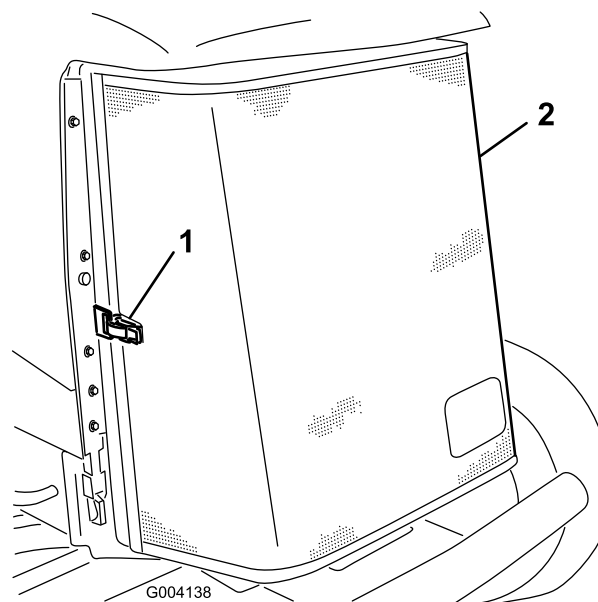

Bild 63
3. Entriegeln Sie den Riegel und drehen Sie das hintere Gitter auf (Bild 63).